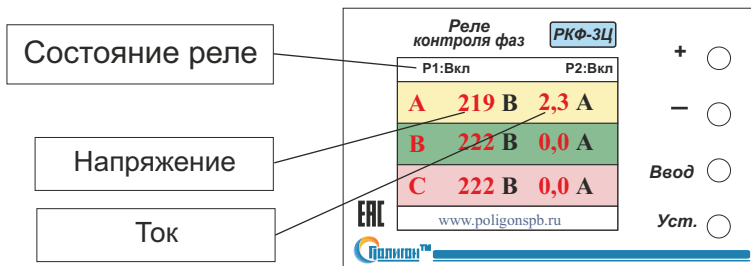

Рис.1
4.1.2. На индикаторе реле РКФ-3Ц высветятся текущие показания напряжения, тока и состояние внутренних реле (Рис.1). При номинальном напряжении сети включено реле P1, и если ток нагрузки не превышает значение номинального тока, то включено реле P2.